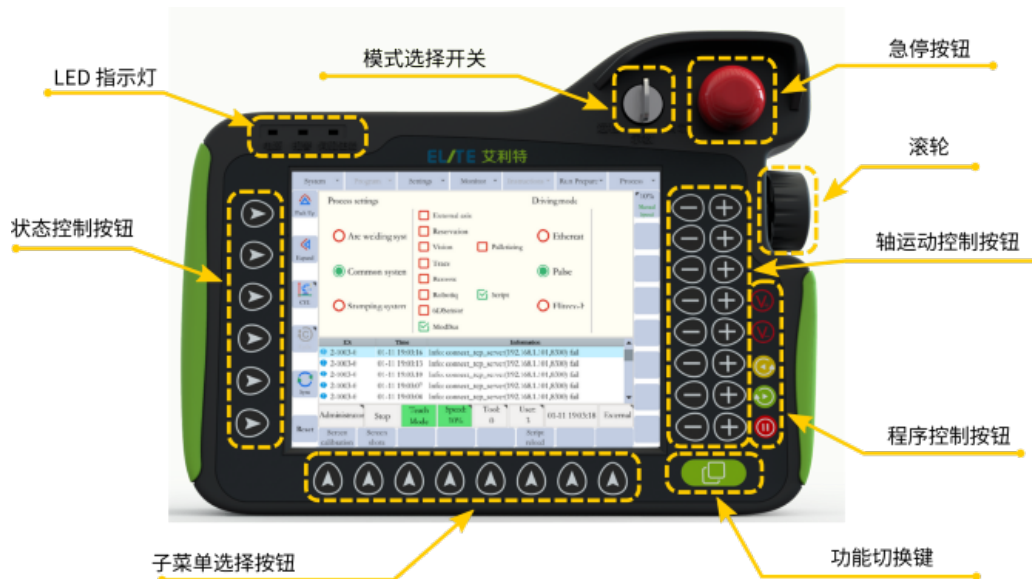

图 3-10：示教器布局（正面）
示教器的正面及其显示屏和按钮如图 3-10 所示。
5. 按下所需轴运动按钮的 +/- 按钮 (图 3-10)
当用户准备关闭系统电源时，首先将示教器上的模式（**图 3-10**）开关从 PLAY 或 REMOTE 转到 TEACH 以结束当前程序。